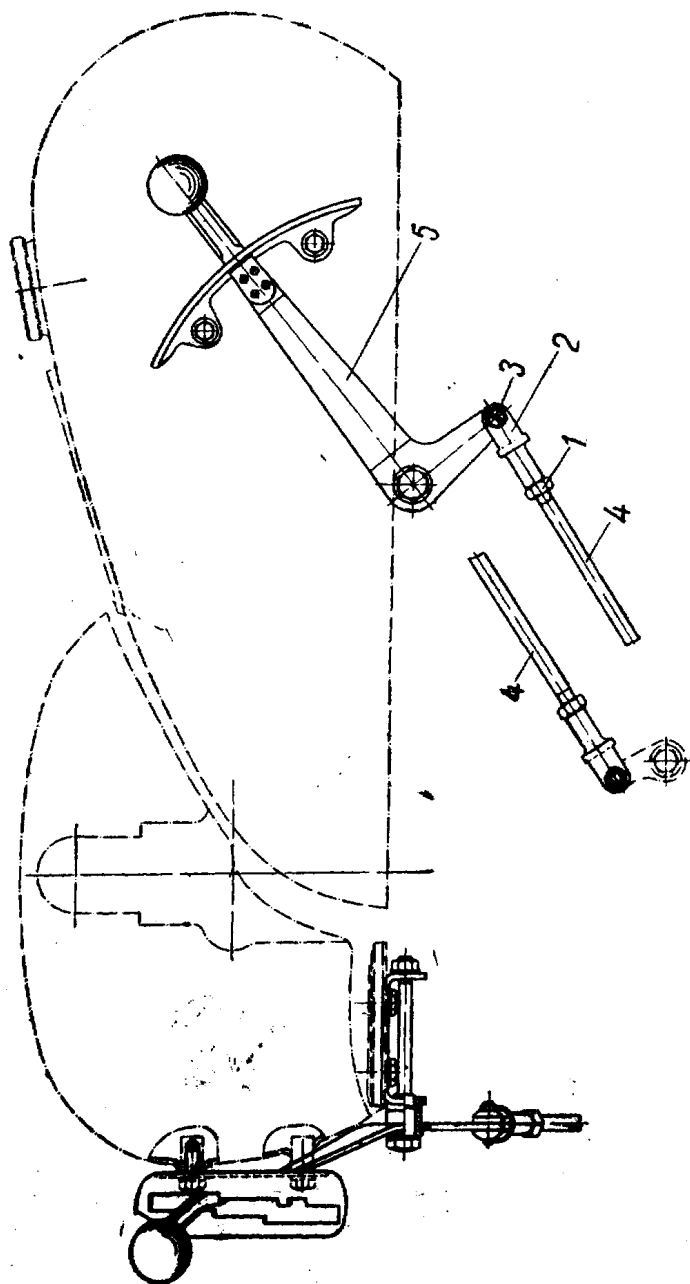

Рис. 8. Привод управления коробкой перемены передач.
2. Отвернуть контргайку 1 (рис. 8) регулировочной вилки 2 на один-два оборота.